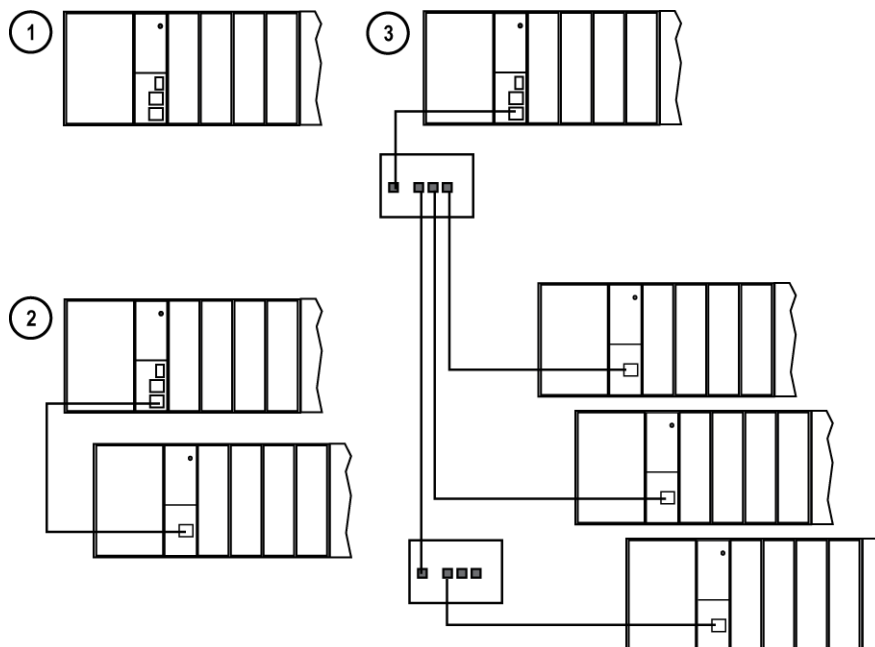

Figure 18 – Configurations contrôleur HC900
La Figure 18 présente des exemples de configurations d'extension E/S du contrôleur HC900.
Dans la Figure 18, chacun des racks présentés dans la configuration de contrôleur peut être en version 4, 8 ou 12 emplacements.
- Dans la Figure 18, chacun des racks présentés dans la configuration du contrôleur peut être en version 4, 8 ou 12 emplacements. L'alimentation E/S redondante n'est pas disponible avec 4 emplacements.